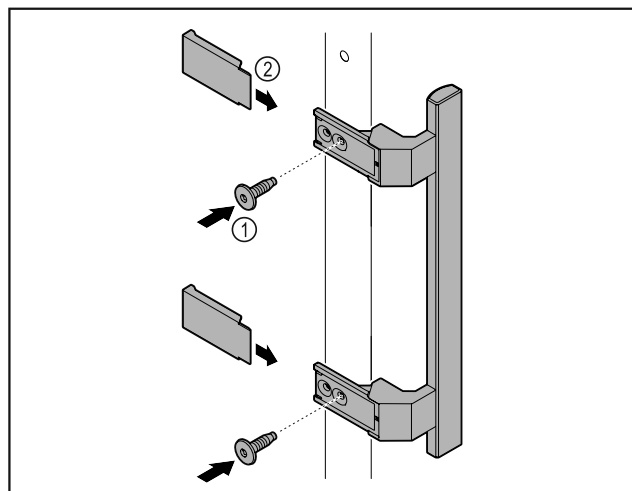

Fig. 7
- ▶ Upevnite držadlo z príslušenstva na dvere pomocou priložených skrutiek Fig. 7 (1).
- ▶ Nasadte kryt Fig. 7 (2).